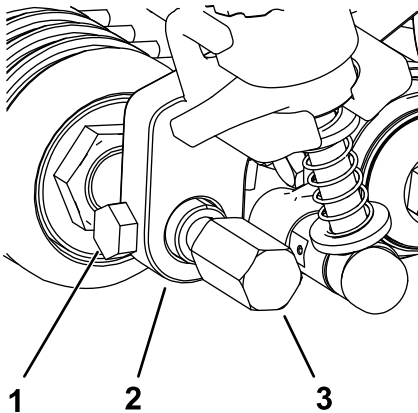

Figura 24
6. Inserte y centre el eje del rodillo delantero entre los soportes de altura de corte y sujételo con los 2 tornillos de montaje retirados de los soportes de altura de corte antiguos (Figura 24).
7. Fije los protectores del groomer a cada lado del eje del rodillo delantero (Figura 24).